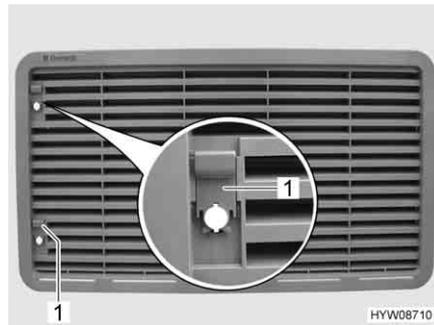

Fig. 134 Griglia di aerazione del frigorifero
- Spingere il cursore (Fig. 134,1) verso l'alto.